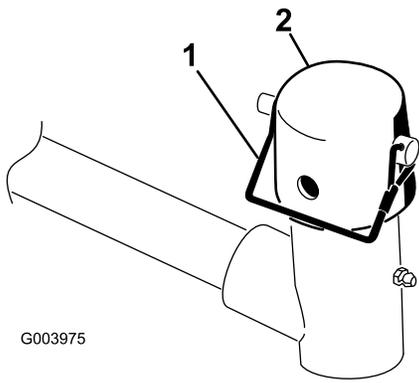

图10
7. 从提升臂轴枢拔下保险销。然后取下盖子图10。
11. 使用保险销将中心盖和承载架轴固定到提升臂轭图10。